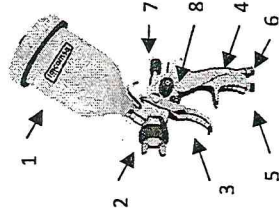

Figura 01
4. Regule la pistola a su gusto: Utilice el regulador de abanico, el regulador de producto y el regulador de aire (posiciones 8, 7 y 5 respectivamente de la Figura 01) para conseguir el abanico y la pulverización deseada.
1. Quitar el regulador de producto (posición 7 de la Figura 01)
1. Interior de la caja abanico (posición 8 de la Figura 01).
4. Aflojando la tuerca boquilla (posición 2 de la Figura 01) aplicar aceite de engrase antioxidante o vaselina en la rosca de la cabeza de la pistola de pintar por gravedad.